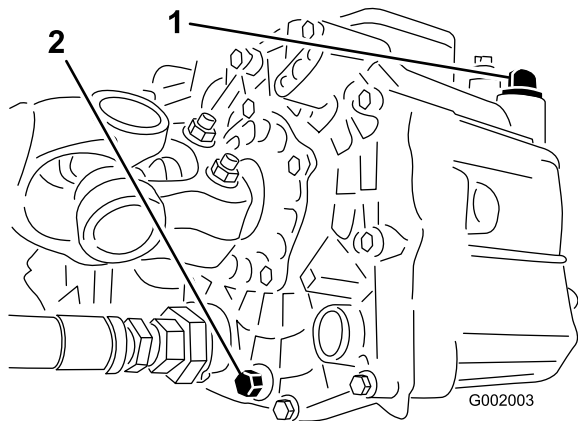

Bild 67
3. Nehmen Sie die Ablassschraube an der Seite des Behälters ab und lassen Sie die Hydraulikflüssigkeit in die Auffangwanne ablaufen (Bild 67).